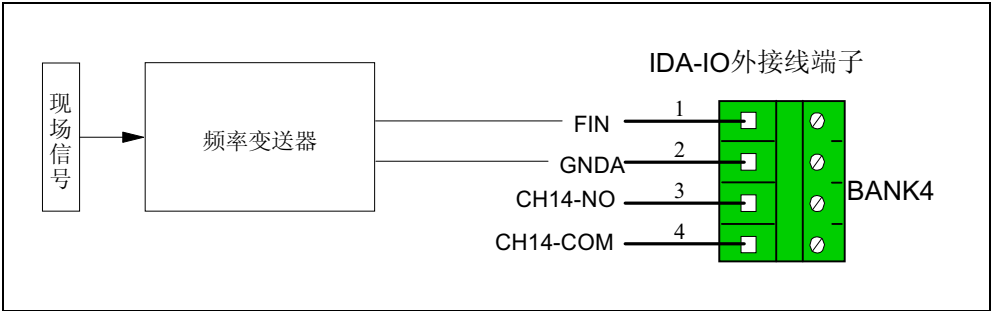

图9-10 频率变送器的接线示意图
5. 外接频率传感器或变送器（比如S3-U-450），输出为二线制交流0V~15V电压信号，不需提供电源时，具体接线方法如图9-10所示。同时要将十三通道设为交流量通道。